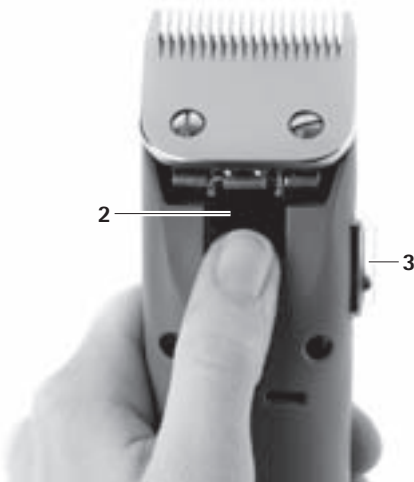

Abb. 4
- Ein-/Aus-Schalter 3 drücken, um Schermaschine FAV5 auszuschalten, siehe Abb. 4.
- Scherkopf-Verriegelung 2 drücken, siehe Abb. 4.